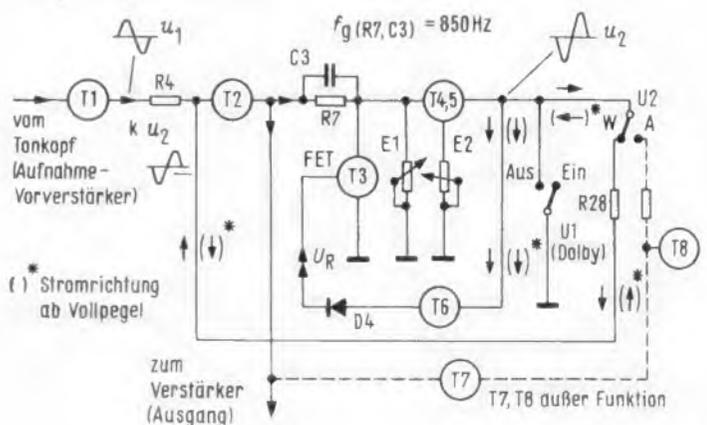

Bild 4. Funktionsschema des Dolby-Verstärkerteiles bei Wiedergabe
Im Wiedergabebetrieb (Bild 4), der durch den Umschalter U 2 eingestellt wird (W), ist der Stromlauf etwas anders: Das vom Tonkopf kommende Signal wird wieder über einen Vorverstärker mit Wiedergabeentzerrung an die Basis des Transistors T 1 geführt, der als Impedanzwandler arbeitet. Das Signal gelangt dann über T 2 wieder an das RC-Glied R 7/C 3. Vom Ausgang des Transistors T 2 gelangt das Signal zum Leitungsverstärker (Ausgang).
Wichtig ist auch noch, daß die einwandfreie Funktion der Schaltung außer einem exakten Abgleich der beiden Einsteller auch eine verhältnismäßig große Zahl eng tolerierter Bauteile erfordert (Bild 4). Da der Dolby-Verstärker außerdem nur einen kleinen Teil der Elektronik des Kassettenrecorders CAD-5 umfaßt und überdies in dem erwähnten Modell doppelt vorhanden ist (Stereoausführung!), wird der derzeit verhältnismäßig hohe Verkaufspreis für ein Kassettentonbandgerät dieser Type verständlich. Die in der Originalschaltung verwendeten Transistoren könnten sicherlich auch durch europäische Typen ersetzt werden. Prinzipiell müßte also der hier gezeigte Schaltungsteil auch in anderen Geräten nachträglich einsetzbar sein (Patentlage beachten!).